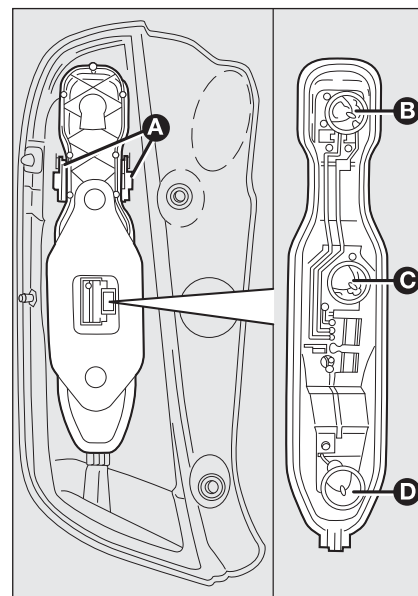

fig. 28
- premere le alette **A-fig. 28** di bloccaggio portalampade ed estrarlo dalla sua sede;
- estrarre le lampade **B - C - D-fig. 28** spingendole leggermente e ruotandole in senso antiorario.